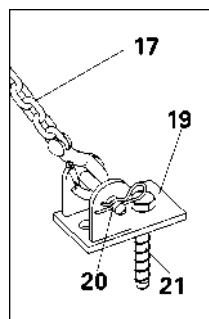

Fig. A10.11
1. Colocar a placa de base RS (19) na construção existente com o parafuso PERI 14/20 x 130 (21). Ângulo da Bastidor 60°. (Fig. A10.11)
2. Prender a corrente 3,0 kN (17) ao esticador 3,0 kN (18) e prender o esticador 3,0 kN (18) à placa de base RS.